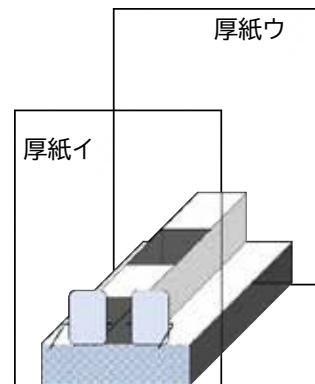

図 11
⑥ 2.①で作った厚紙イ, ウと厚紙才を斜線部に両面テープを貼って止める。このとき, 発光ダイオードと CdS 素子が厚紙エの筒の内側に入るようにする。(図 11)